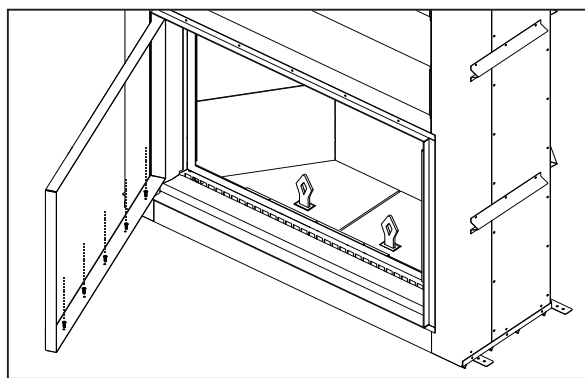

FIG.1
- C. Dévissez les dispositifs de retenue supérieurs et inférieurs à l'intérieur du cadre de porte. (FIG.1)